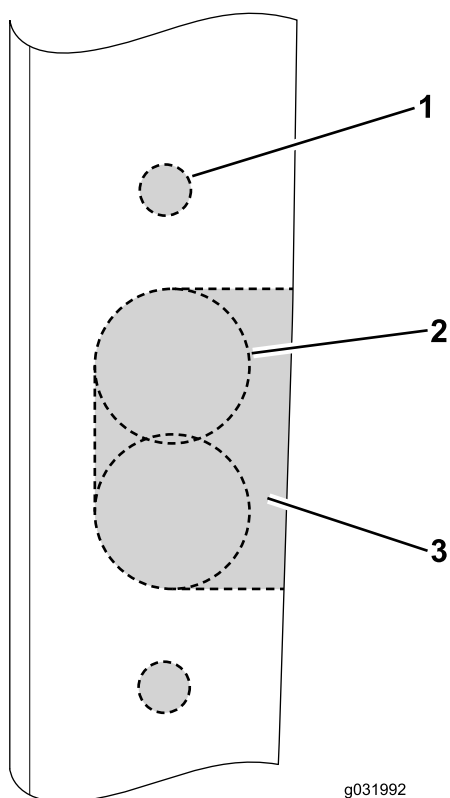

Figura 51
2. Faça os furos de 0,71 cm para os parafusos de cabeça flangeada Figura 51.
3. Utilize uma serra de furo de 2,54 cm para efetuar o raio no recorte (Figura 51).